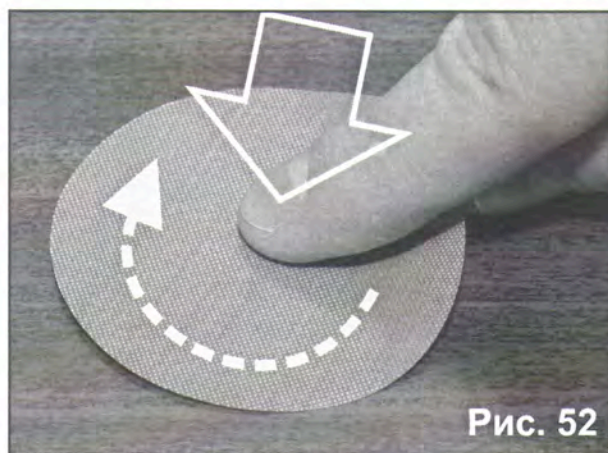

Рис. 52
2. Плавными круговыми движениями протрите обследуемую поверхность салфеткой, слегка прижимая ее к поверхности (рис. 52).